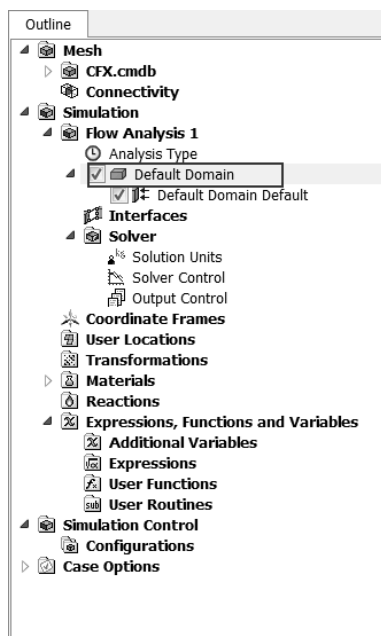

图 17-19 计算域
Step3：双击如图 17-19 所示的 Default Domain 选项，此时会弹出计算域设置面板。